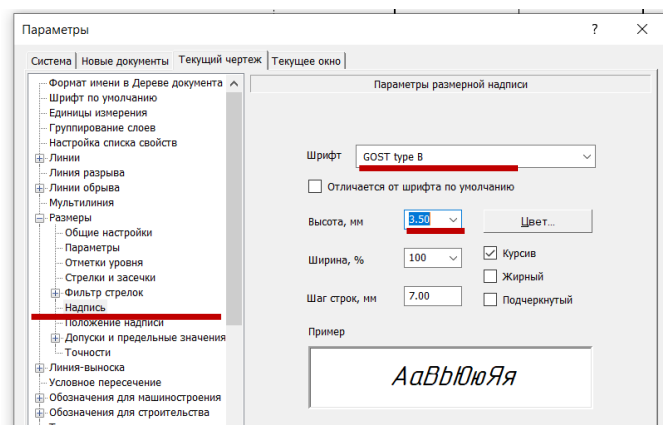

Рис. 14 Настройка параметров шрифта чертежа
- **Настройка – Параметры – Текущий чертеж – Размеры.** Тип шрифта – ГОСТ тип Б с наклоном, размер шрифта для размерных чисел – 3,5 (см. рис. 14).